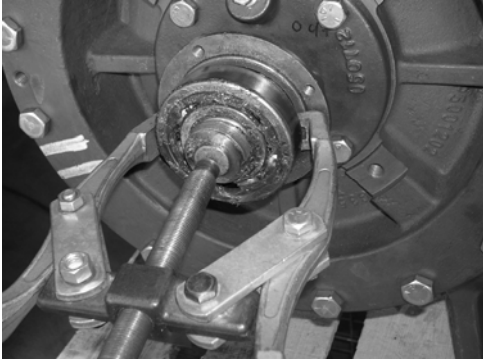
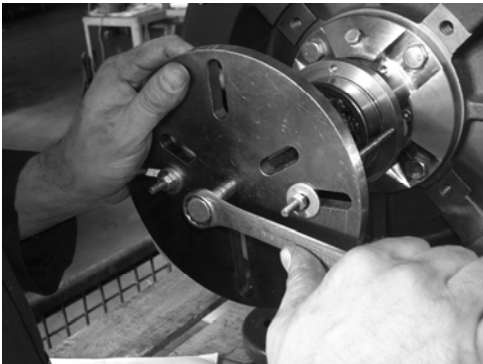

图 25: 使用拔具移除轴承
图 26: 使用通用工具移除轴承
7. 用拔具移除轴承（见图 25）。也可用通用夹工具箱（部件号：AC2394，见图 26）。泵的框架为 2" (50.8mm) 时不要使用通用夹具，因为轴承后备环可能会损坏轴承盖的唇形密封件。（图 22 是 2" (50.8mm) 框架泵的大小列表）。